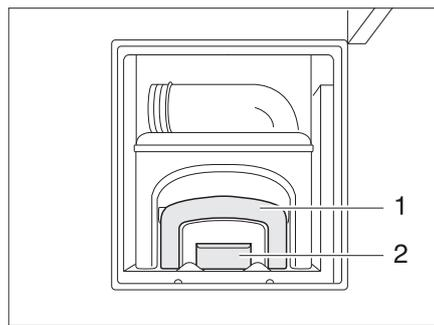

Bild 264 Zugang Fäkalientank, geöffnet
- Entriegelung (Bild 264,2) betätigen und Fäkalientank (Kassette) am Griff (Bild 264,1) herausziehen.